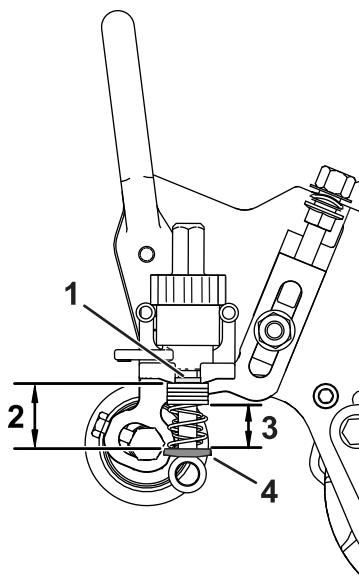

Figura 16
4. Mida la distancia entre las arandelas (la longitud actual del muelle), tal y como se muestra en la **Figura 16**.